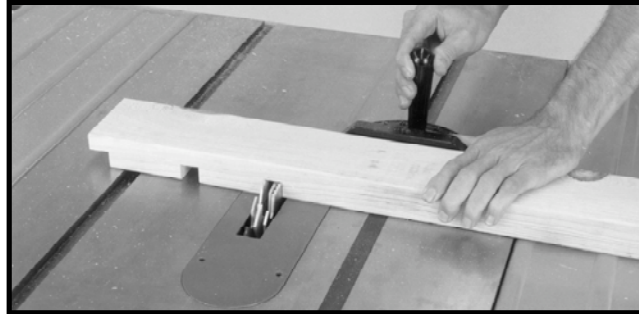

Fig. 56
3. La fig. 56 illustre une opération courante de rainurage avec utilisation du guide d'onglet comme guide.